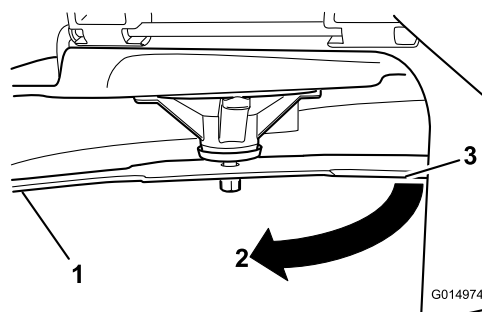

Figura 44
4. Gire la misma cuchilla 180 grados de manera que el otro filo de corte esté en la misma posición (Figura 44).